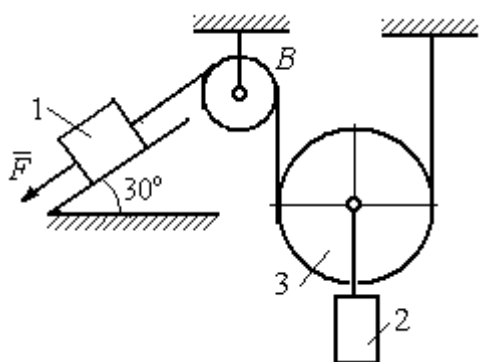

Рис. 6.22. Схема подъёмного устройства
**Задача 69.** Груз 2 весом  $P_2$ , поднимаемый лебёдкой (рис. 6.22), подвешен в центре подвижного блока 3 весом  $P_3$ . Нерастяжимая нить одним концом при-